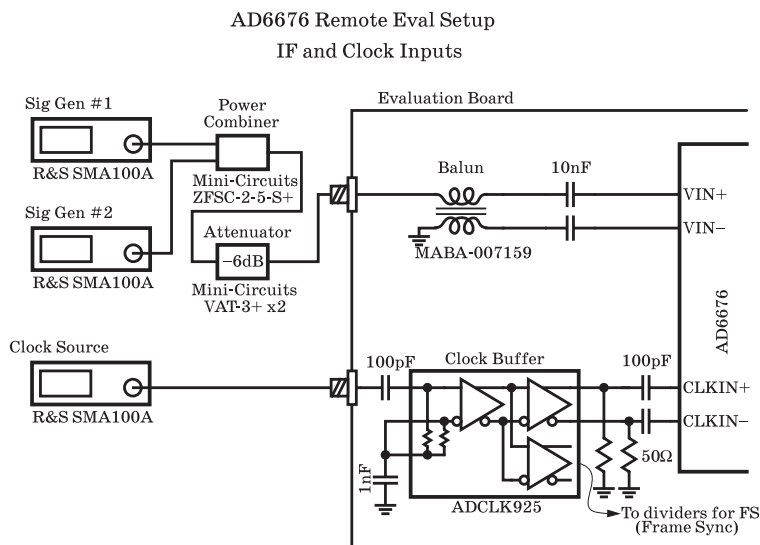

Рис. 15. Структурная схема тестовой установки
Достаточно щелкнуть по ссылке, чтобы перейти на страницу несложной регистрации, после которой открывается страница тестирования AD6676. Для того чтобы пропустить регистрацию можно сразу перейти по ссылке [2]. Внешний вид тестового оборудования и демонстрационной платы, с помощью которой осуществляется тестирование приведен на рис. 13. Структурная схема тестовой установки приведена на рис. 15. В качестве источников всех сигналов используются генераторы компании Rohde&Schwarz SMA100A.
- индуктивность согласующего трансформатора L (рис. 15 – индуктивность согласующего трансформатора)